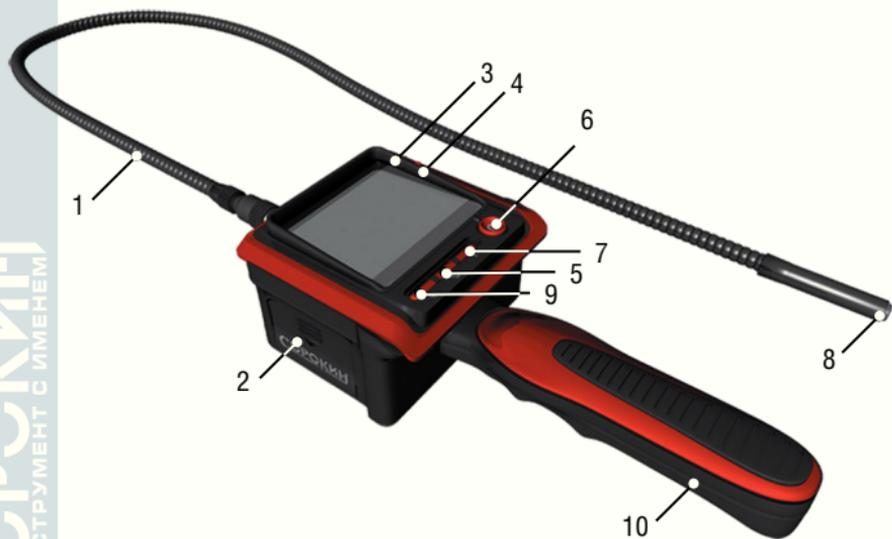
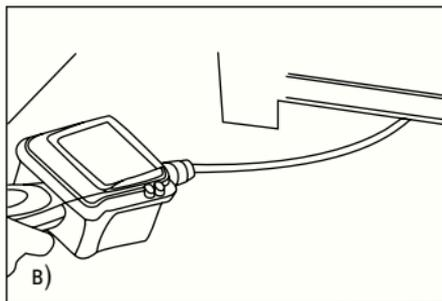

Рисунок 2 - Устройство изделия
Рисунок 6 – Порядок работы
1. Нажмите кнопку питания, чтобы включить камеру (см. рис. 6а). Загорится индикатор питания и LCD-монитор заработает.
2. Если изображение на мониторе нечёткое, настройте его с помощью кнопок на приборе (см. рис. 2, стр. 5).
- Яркость светодиодов подсветки: 6 уровней яркости светодиодов (см. рис. 6б) могут регулироваться нажатием кнопки «Контроль яркости светодиодов» (п. 5, рис. 2).
- Яркость монитора: 8 уровней яркости монитора регулируются нажатием кнопки «Контроль яркости монитора» (п. 9, рис. 2).
3. Чтобы изменить ориентацию изображения на мониторе, нажимайте кнопку «Зеркало» (п. 7, рис. 2). Есть 4 возможных варианта, которые вы можете задать, нажимая эту кнопку.
4. При использовании зонд должен легко изгибаться. Изгибы должны быть плавными. Не прикладывайте чрезмерного усилия (см. рис. 6в).